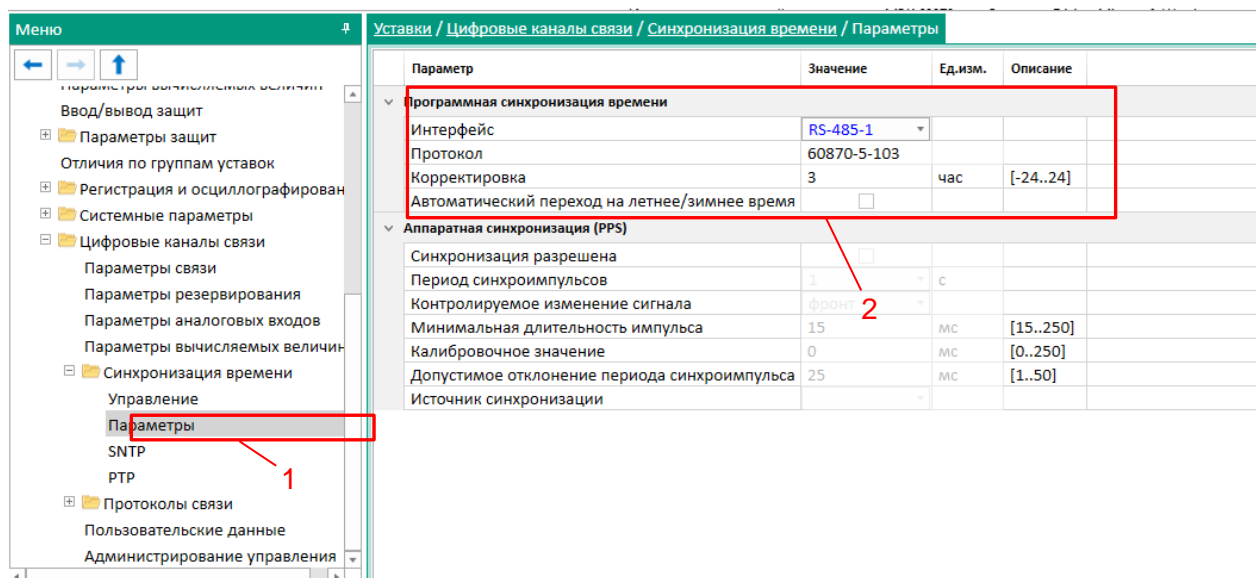

Рисунок 9 – Настройка синхронизации времени для протокола МЭК 60870-5-103
3.3.1 В «дереве» проекта программы Smart Monitor выбрать пункт меню **Уставки** → **Цифровые каналы связи** → **Синхронизация времени** → **Параметры** (см. рисунок 9, поз. 1), щёлкнув один раз левой кнопкой мыши на соответствующий пункт в «дереве» проекта. Откроется окно **Параметры**.
3.3.2 В поле **Программная синхронизация времени** (см. рисунок 9, поз. 2) в выпадающем списке **Интерфейс** выбрать интерфейс, на который назначен протокол МЭК 60870-5-103: **60870-5-103**.
3.3.3 Если необходимо задать значение корректировки внутренних часов терминала относительно временной метки, передаваемой по протоколу МЭК 60870-5-103 в поле **Корректировка** (см. рисунок 9, поз. 2) следует выставить требуемую разницу в соответствии с проектом.
3.3.4 Если требуется функция автоматического сезонного перевода времени, следует установить флажок в поле **Автоматический переход на летнее/зимнее время** (см. рисунок 9, поз. 2).